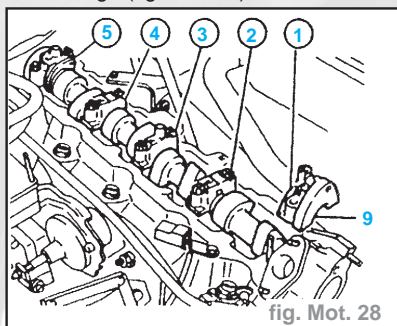

fig. Mot. 28
- les chapeaux de paliers nos **2, 3, 4** et **5** en respectant l'ordre et le sens de montage (fig. Mot. 28).